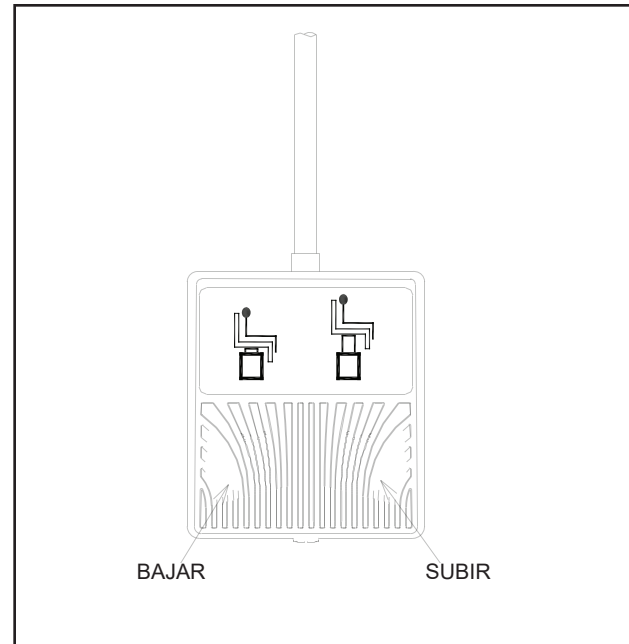

FIGURA 2
- Para operar desde el pedal (Figura 2), presione el lado derecho del pedal para subir el elevador de la silla.